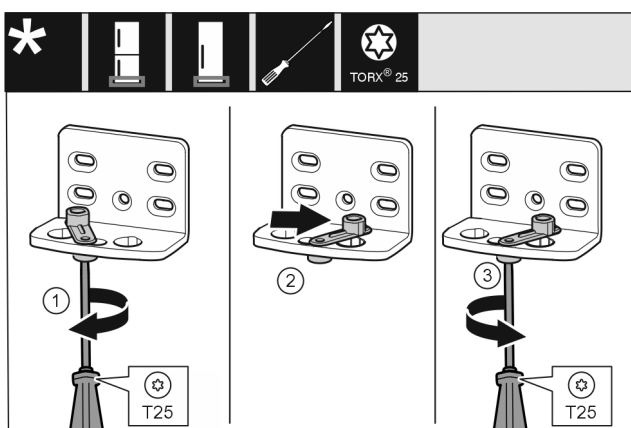

Fig. 14
- Svitare allentando la vite con il cacciavite T25. Fig. 14 (1)
- Sollevare l'ausilio di chiusura della porta e ruotarlo di 90° verso destra nel foro. Fig. 14 (2)
- Serrare la vite con il cacciavite T25. Fig. 14 (3)